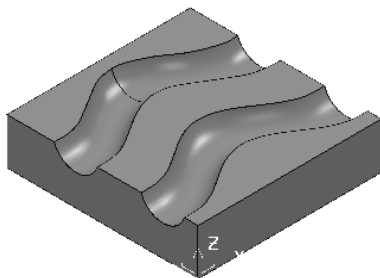

图2-45 打开范例文件
2) 选择下拉菜单中的“文件”→“范例”命令，弹出“打开范例”对话框，选择“groove.dkg”(“随书光盘: \第2章\exercise4\uncompleted\groove.dkg”)文件，单击“打开”按钮即可，如图2-45所示。